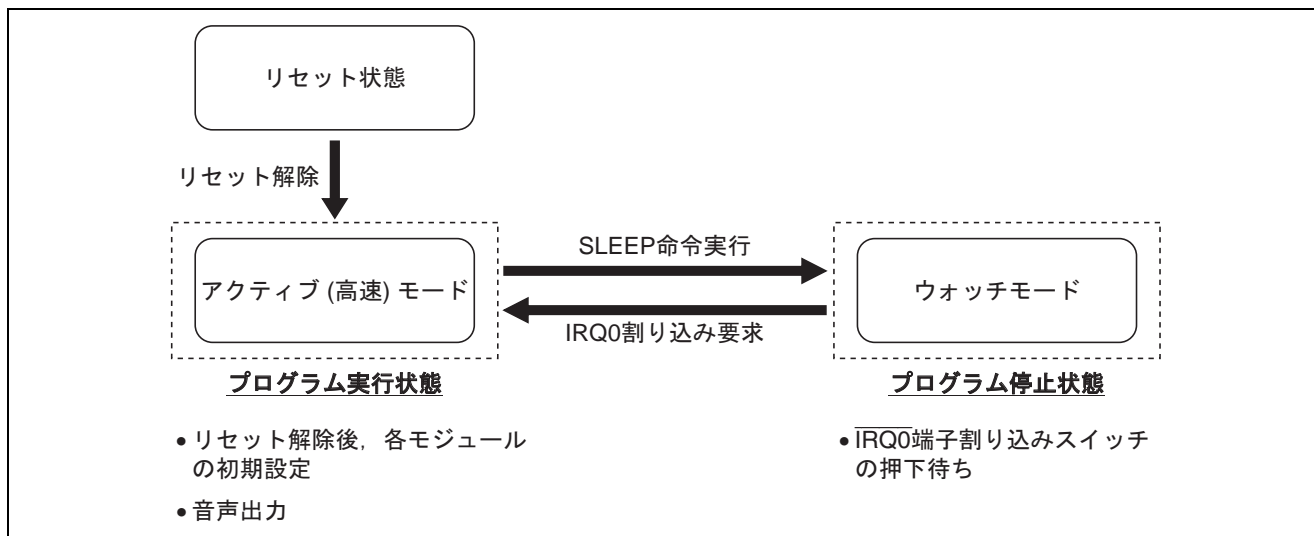

図 2 状態遷移図
- (7) 本アプリケーション例ではリセット解除後に各モジュールの初期設定を行ない、初期設定終了後にウォッチモードに遷移します。IRQ0 端子割り込みスイッチを押下することにより、ウォッチモードからアクティブ (高速) モードに遷移し音声出力を行ないます。音声出力終了後は、再びウォッチモードに遷移し IRQ0 端子割り込みスイッチの押下まで待機します。図 2 に本アプリケーション例における状態遷移図を示します。